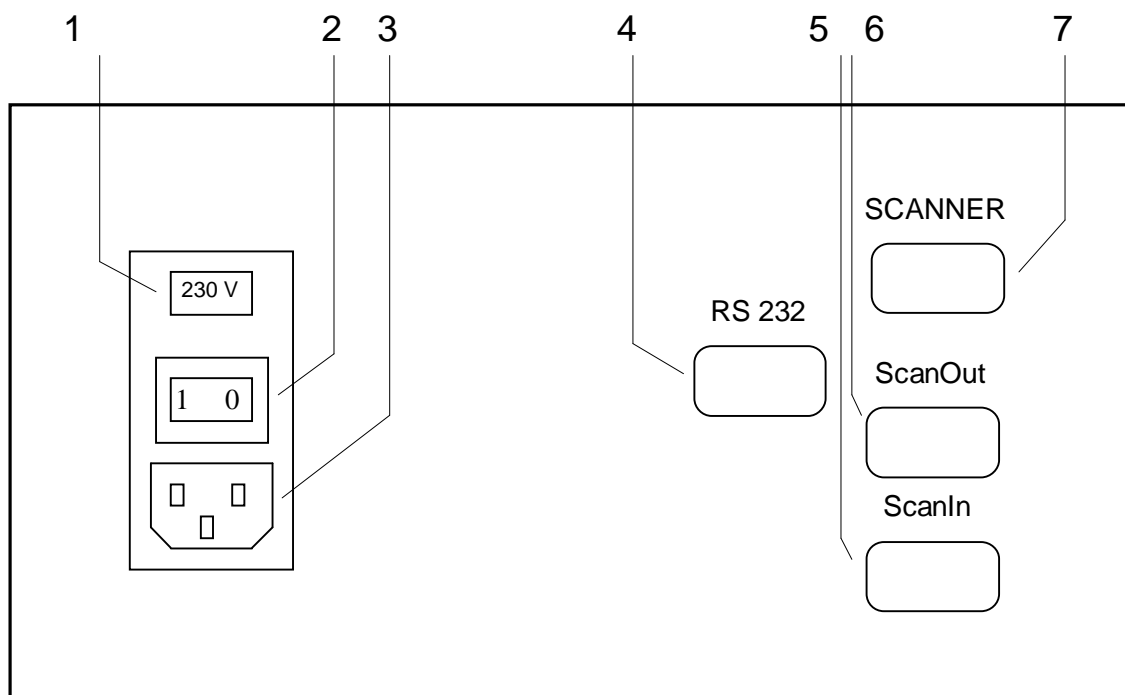

Bild 5.2: Rückwand des Messgerätes
2. Abdeckung oberhalb des Netzsteckers mit kleinem Schlitzschraubendreher ohne Gewaltanwendung öffnen. Hierzu den Schraubendreher von oben in die Aussparung über der Spannungsanzeige einführen und dann leicht drehen. (siehe Bild 5.2)
5. Sicherungshalter so einschieben, dass die gewünschte Netzspannung lesbar ist (siehe Bild 5.2).
In Bild 5.2 erkennt man die im folgenden erläuterten Elemente.
Der Stecker für die serielle Schnittstelle (Nummer 4 in Bild 5.2) hat die folgende Belegung.